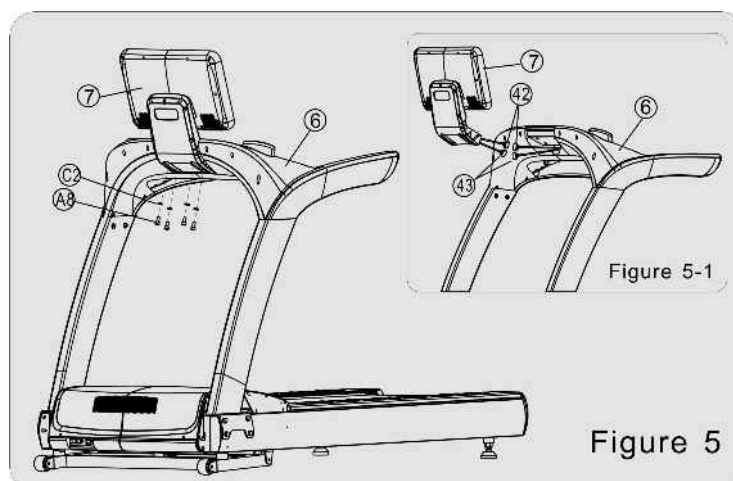

Figure 5
B. Connectez l'écran d'affichage (7) au guidon et au contrôleur (6) à l'aide de 4 jeux de boulons semi-ronds M10X20 (A8), de rondelles plates $\phi 10$ (C2). (Attention : Pour aligner le trou de vis) (voir figure 5)